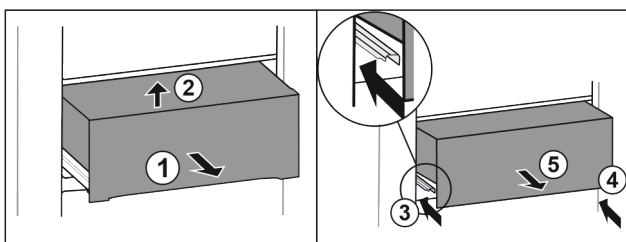

Fig. 39
- ▶ Вытяните выдвижной ящик наполовину. Fig. 39 (1)
- ▶ Приподнимите выдвижной ящик спереди. Fig. 39 (2)
- ▶ Вставьте левую направляющую. Fig. 39 (3)
- ▶ Вставьте правую направляющую. Fig. 39 (4)
- ▶ Извлеките выдвижной ящик движением вперед. Fig. 39 (5)